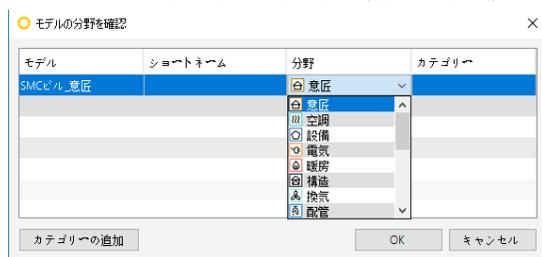

図 9. モデルの分野を確認
- 3)IFCモデルを開くとモデルがどの分野（建築、設備、空調などの）に属しているかの設定を行う必要があります。モデルに合った分野をここで指定することで、適したルールでの確認が行われます。（図9を参照）